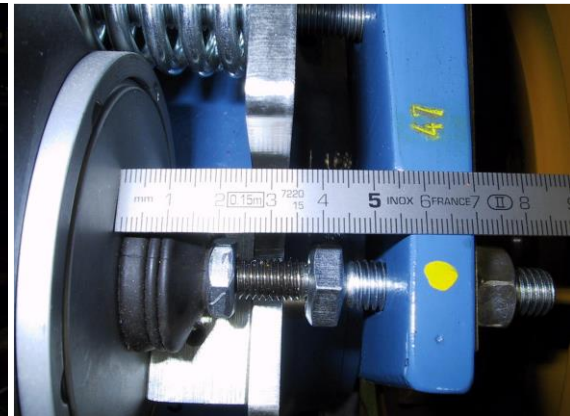

Abb. 13:
- Abstandsmaß von Innenkante Bremshebel zu Stirnseite Magnet ausmessen und den gemessenen Wert abzüglich 10 mm als Mindestabstand dauerhaft sichtbar am Bremshebel anschreiben (z.B. mit Schlagzahlen einschlagen, siehe Abb. 13).